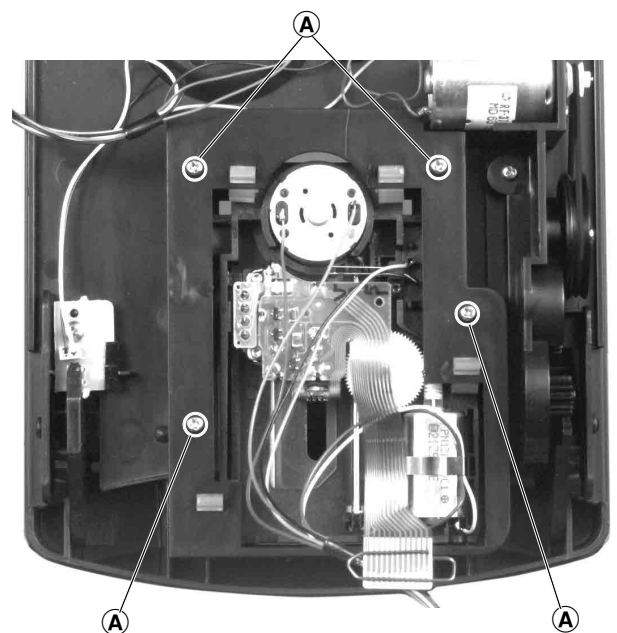

Fig. 19
- 4 Schrauben **A** herausdrehen (Fig. 19).
- Undo 4 screws **A** (Fig. 19).